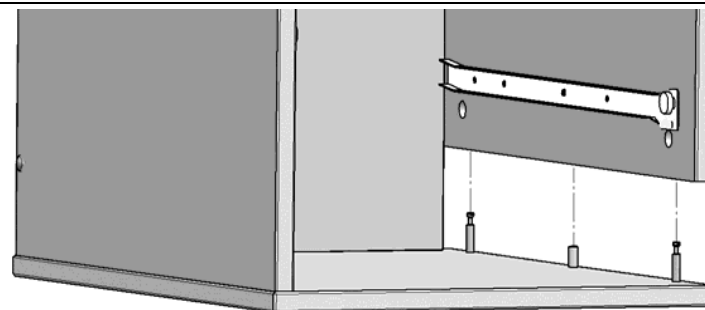
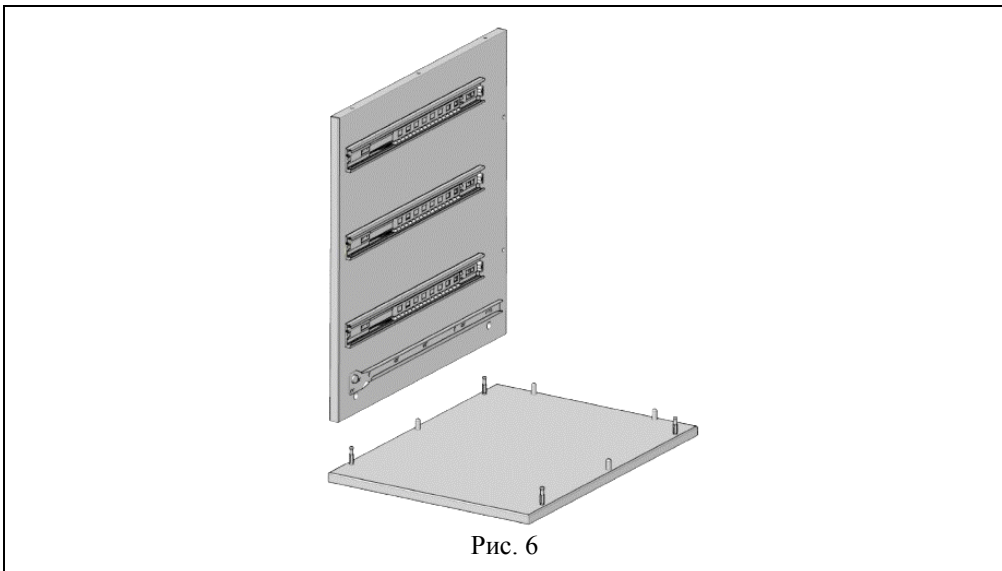

Рис. 8
Рис. 6
5.1.8 В сборку по п. 5.1.7 сверху установить стенку боковую левую с направляющими (сборка по п. 5.1.3) (см. рис. 8). В отверстия стенки боковой левой вставить эксцентрик EC03ZL/18 (поз. 6, пакет №35а) (рис. 8а) стрелкой в направлении плиты верхней и повернуть эксцентрик по часовой стрелке 180° max. (См. рис. 6б).
Рис. 8а
5.1.6 На сборку по п. 5.1.1 сверху установить стенку боковую правую с направляющими (сборка по п. 5.1.5) (см. рис. 6). В отверстия стенки боковой правой вставить эксцентрик EC03ZL/18 (поз. 6, пакет №35а) стрелкой в направлении плиты верхней и повернуть эксцентрик по часовой стрелке 180° max. (См. рис. 6а, 6б).
Рис. 6а
Рис. 6б